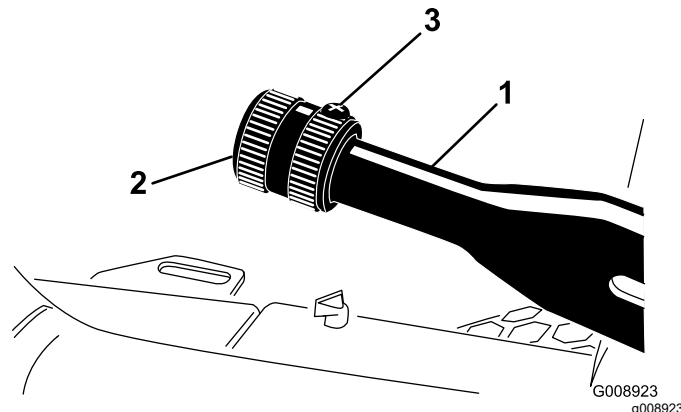

Figure 62
1. Desserrez la vis de fixation du pommeau sur le levier du frein de stationnement (Figure 62).